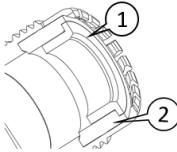

Fig. 9: Vælg den rigtige pakning
- 1 Vælg det rigtige pakningstilbehør. Kablets anbefalede udvendige diameter til pakningen (fig. 9 / pos. 1) er 20–24 mm.
Kablets anbefalede udvendige diameter til tætningen (fig. 9 / pos. 2) er 24,5–30 mm.